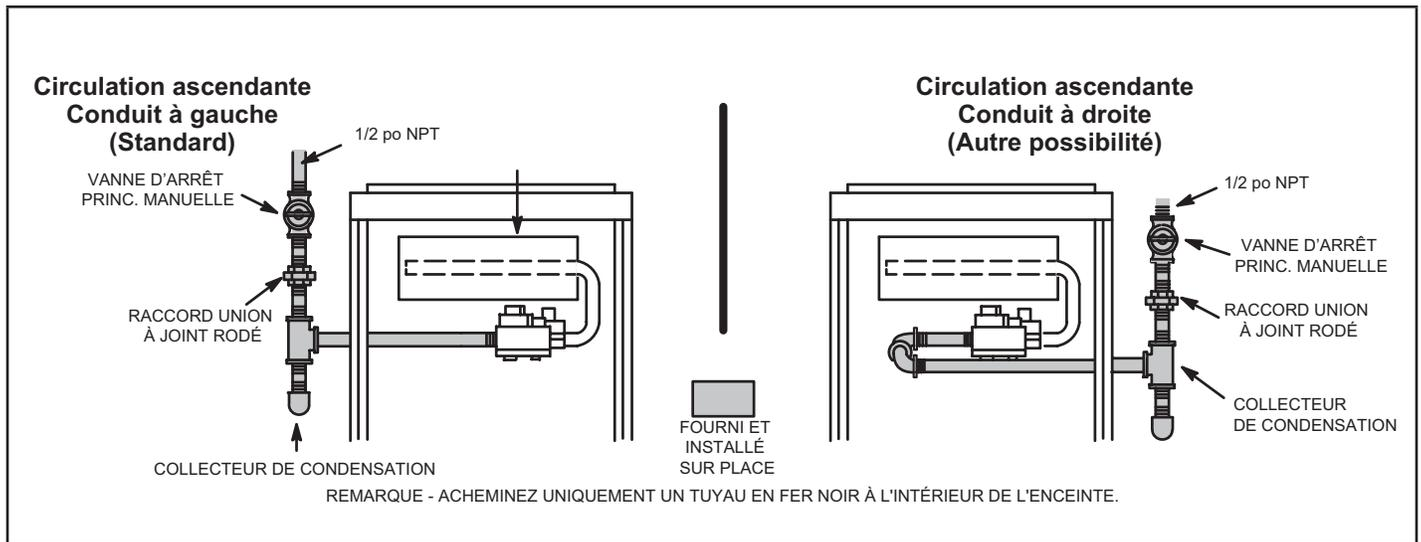
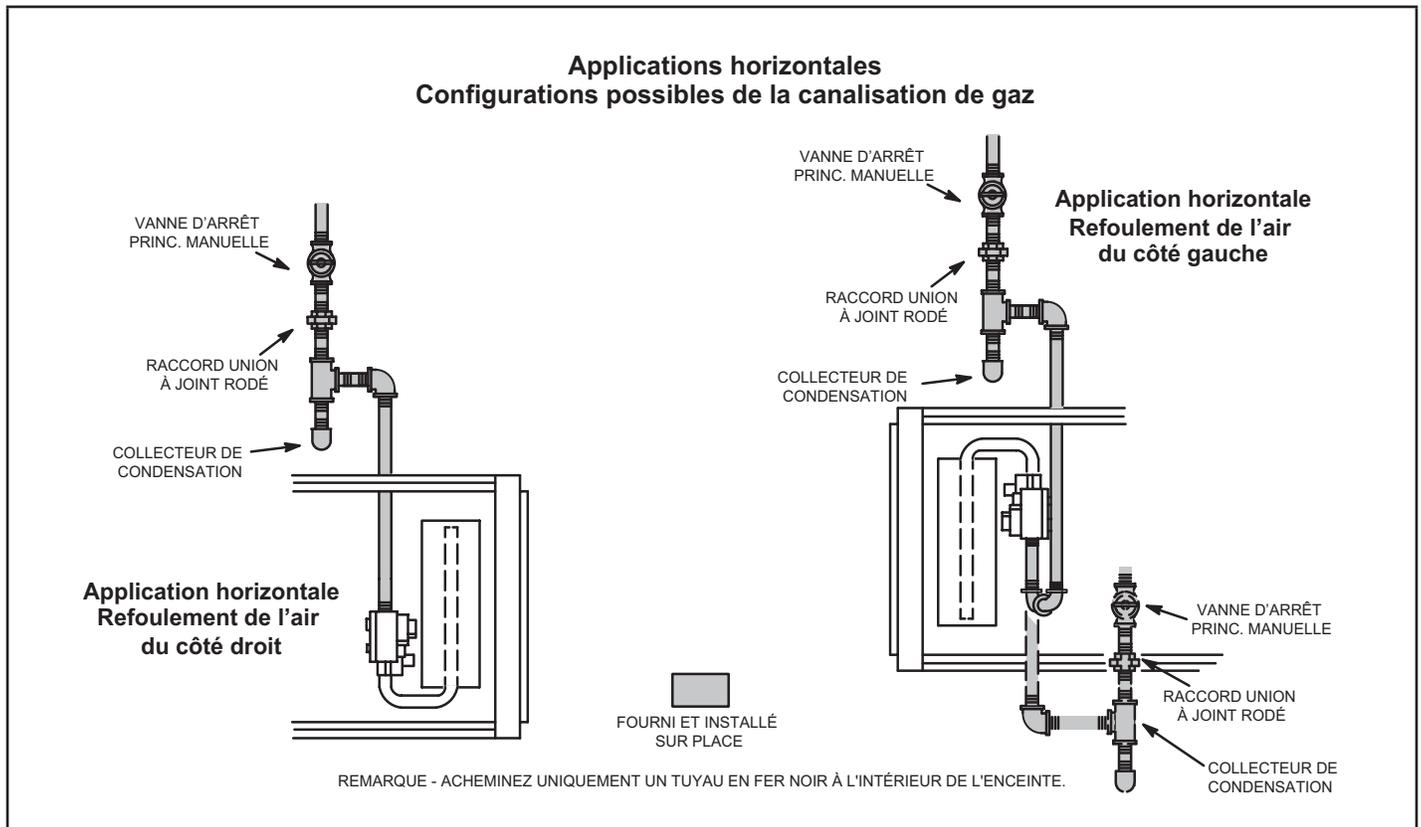

FIGURE 49
FIGURE 50
- 1 - La canalisation de gaz peut être acheminée jusqu'à l'unité sur le côté gauche ou le côté droit en configuration ascendante et au-dessus ou en dessous de l'unité en configuration horizontale. La canalisation d'alimentation entre dans la vanne de gaz par le côté, comme illustré aux FIGURE 49 et FIGURE 50. Connecté la canalisation de gaz sur la vanne. La canalisation de gaz doit être serrée à un couple minimum de 350 livres et un maximum de 800 livres sur la vanne de gaz.
- 3 - La canalisation de gaz ne doit pas traverser les conduits d'aération, les chutes à linge sale, les cheminées ou conduits d'évacuation de gaz, les monte-plats ou les cages d'ascenseur. Centrez la canalisation de gaz dans l'ouverture. La canalisation de gaz ne doit pas toucher le côté de l'unité. Reportez-vous à la FIGURE 49 et au FIGURE 50.